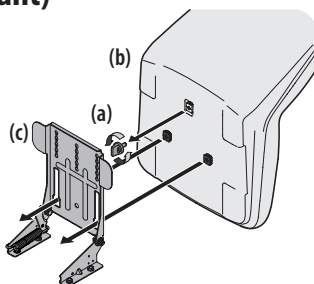

Figure 3
2. Enlevez le bouton de réglage du siège ou le boulon de réglage de 9/16 po sous le siège (b). Voir Figure 3.
3. Alignez le siège (b) avec le support de pivotement du siège (c), comme illustré sur la Figure 3, et installez le siège (b) sur le support de siège en insérant les deux encoches sous le siège (c) dans les fentes du support de pivotement (c).